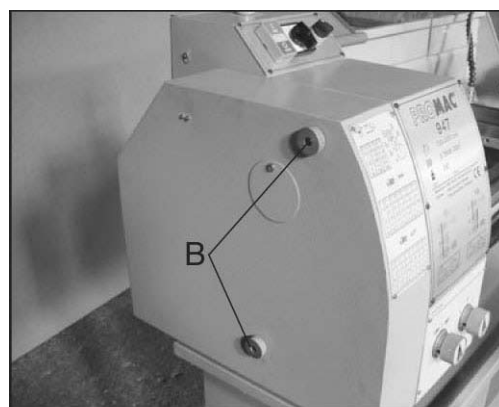

Fig. 19
Réglage de la vitesse de broche (Fig. 19 + 20)
1. Dévissez les vis de fixation (Fig. 19, B) et enlevez le couvercle.
2. Dévissez l'écrou (C) du tendeur de courroie (D) de façon que la courroie (E) soit détendue.